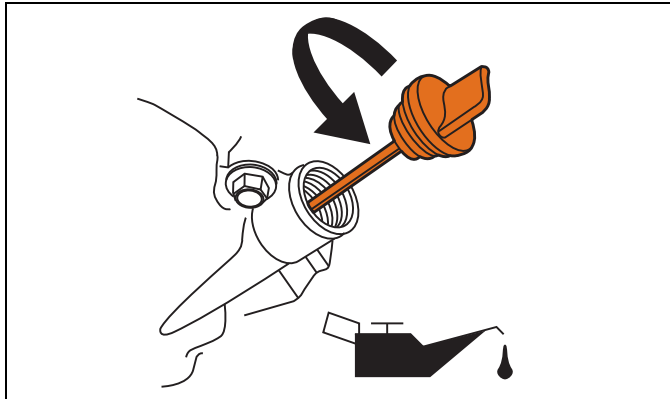

Figure 6-1. Ajout d'huile de moteur
2. Nettoyez la zone entourant l'orifice du réservoir d'huile et retirez le bouchon-jaugeur de l'orifice en l'essuyant (Figure 6-1).
4. Retirez le bouchon du réservoir d'huile (Figure 6-1).